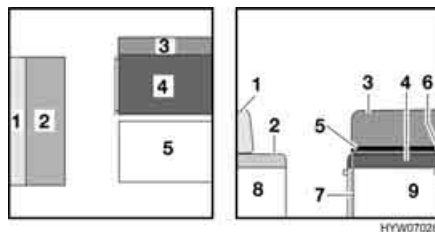

Fig. 109 Prima della trasformazione
- Rimuovere il cuscino dello schienale (Fig. 109,1) e il cuscino del divano (Fig. 109,2) e riporli.